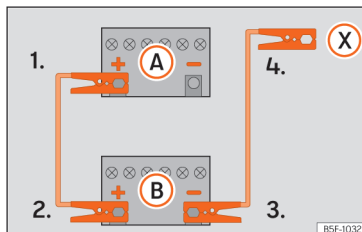

Fig. 45 Schema elettrico per i veicoli non dotati di sistema Start&Stop.
2. Collegare un'estremità del cavo di emergenza rosso al polo positivo (+) del veicolo con la batteria scarica (A) » **fig. 45.**
3. Collegare l'altra estremità del cavo di emergenza rosso al polo positivo (+) della batteria che fornisce la corrente (B).
- 4a. *Nei veicoli senza sistema Start/Stop:* collegare un'estremità del cavo nero di emergenza al polo negativo (-) del veicolo che eroga la corrente (B) » **fig. 45.**